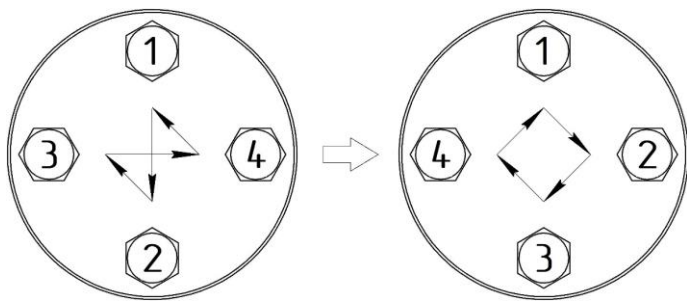

Рисунок 8.1 – Схема затяжки гаек фланцевого соединения
- ослабьте обжимную гайку ⑩ и поверните фланец ⑭ в нужное положение, совместив его отверстия под шпильки с отверстиями на ответном фланце;
- зафиксируйте положение фланца указателя уровня на ответном фланце и снова затяните гайку ⑩ с моментом затяжки, достаточным для герметичного обжатия шейки фланца уплотнителем ⑫;
- затяжку гаек фланцевого соединения следует выполнять равномерно в 3...4 подхода в последовательности «крест-накрест» (см. рис. 8.1). В качестве последней операции рекомендуем затяжку по кругу;
- ослабьте обжимную гайку ⑩;
- закрутите цапковый соединитель (11) в резьбой порт емкости, обеспечив герметичность соединения;
- затяните гайку (10) с моментом затяжки, достаточным для герметичного обжатия шейки фланца уплотнителем (12).